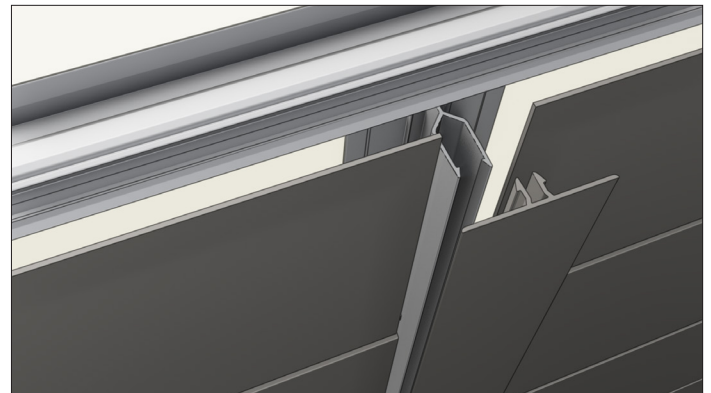

Figure 21.4
28. Installez les éléments "capuchons" en les plaçant dans l'espace d'insertion de la plaque arrière. (Figure 21.4)